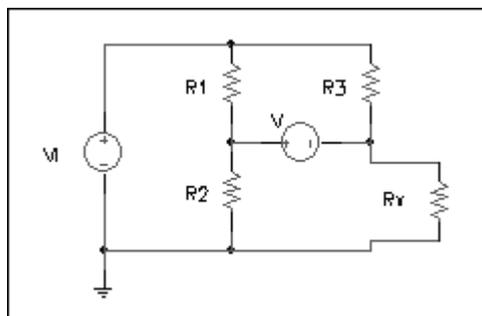

Figura 4
4.- El circuito de la Figura 4 representa un puente de Wheatstone con valores  $R1=100 \Omega$ ,  $R2=40 \Omega$ ,  $R3=500 \Omega$  y  $V_i=10 \text{ V}$ , la resistencia interna del galvanómetro es  $R_i=600 \Omega$ . Se pide: a) encontrar el valor de  $R_x$  cuando el puente está equilibrado, b) si el valor de  $R_x$  cambia en  $+2 \Omega$  respecto de su valor anterior ¿cual es el valor de la corriente que registra el galvanómetro?
5.- Cierta resistencia es medida mediante un puente de Wheatstone, la condición de equilibrio se alcanza con  $R2=1 \text{ k}\Omega$ ,  $R1=100 \Omega$  y  $R3=120,3 \Omega$  (Figura 4). La imprecisión de las resistencias fijas es del  $\pm 0,02 \%$  y la de la resistencia variable ( $R3$ ) de  $\pm 0,04 \%$ , ¿cuál es el valor de la resistencia desconocida  $R_x$  y el de su imprecisión?